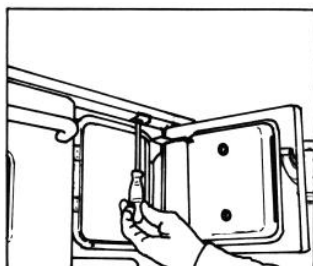

Fig. 29
- Inserte la sonda del disipador completamente en la vaina de inmersión (Fig. 29 + 30 C).
- sujete el tubo protector firmemente en la vaina de inmersión (Fig. 29 + 30 D).
Se usarán dos tornillos ya instalados bajo el frontal del marco de la cocina para montar el pasamanos (Fig. 29).
- apoye un extremo del pasamanos en la puerta de la cámara (Fig. 29).